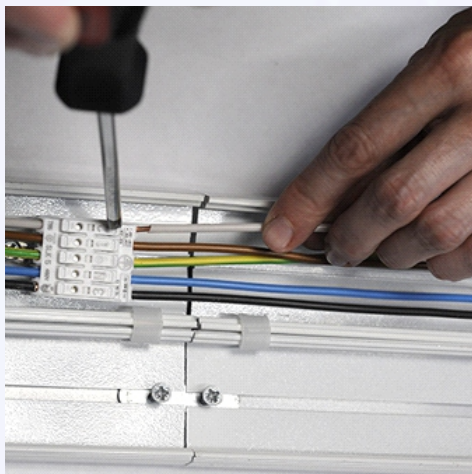

Рис. 8
6.1 Нажать на клемму проходной колодки освобождения провода, вытащить его и подключить в нужное гнездо фазы светильника (Рис. 8).